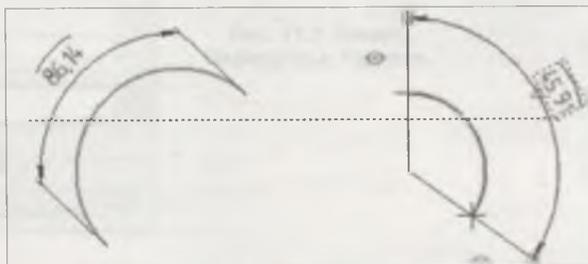

Рис. 12.36. Построение размера дуги
- ♦ задайте ЛК мыши точку **t0** вставки дуги — размер построен. Символ дуги над размерным числом система проставила автоматически (рис. 12.36);